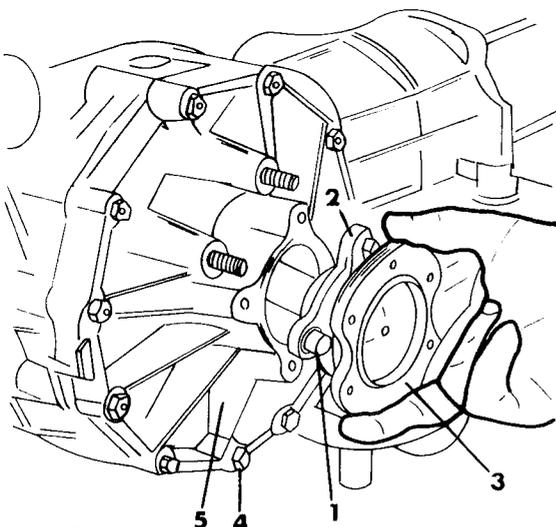

Bild 130
- Auf jeder Seite des Getriebes die kurzen Differentialabtriebswellen abschrauben und herausziehen (Bild 130). Die Wellen sind von unterschiedlicher Länge und sollten gezeichnet werden, um den Zusammenbau leichter zu machen. Die längere Welle sitzt rechts.